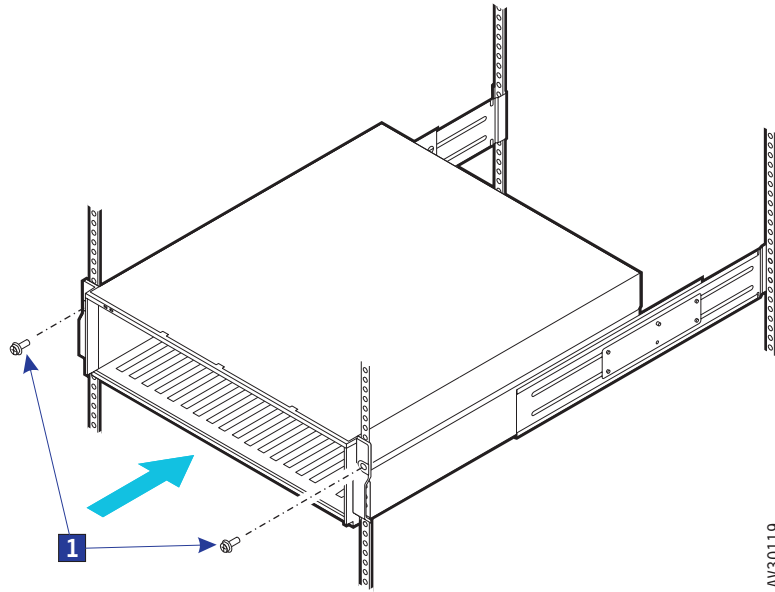

図 16. 前部取付ネジの取り付け
4. 29 ページの図 16 のように、2 個の前部の取付ネジ **1** を上部のナット・クリップに取り付けて、固く締めて下さい。